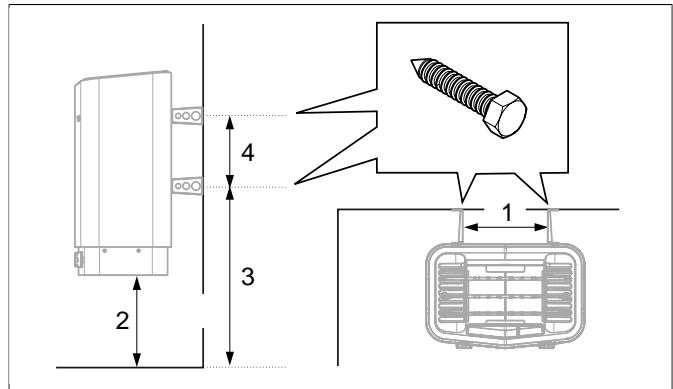

Fig 8: Måtsättning
6. Placera konsolskruvarna enligt måtsättning se **Fig 8**, sidan 4.